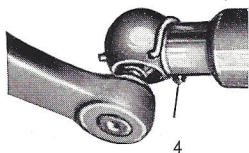

Bild 25-1/2
3. Die Wähl- und die Schaltstange (7) und (8) (siehe Bild 25-1/1) aushängen. Hierzu die Sicherungsbügel (4) von den Kugelpfannen entfernen und die Stangen von den Kugelpfannen abdrücken (Bild 25-1/2).